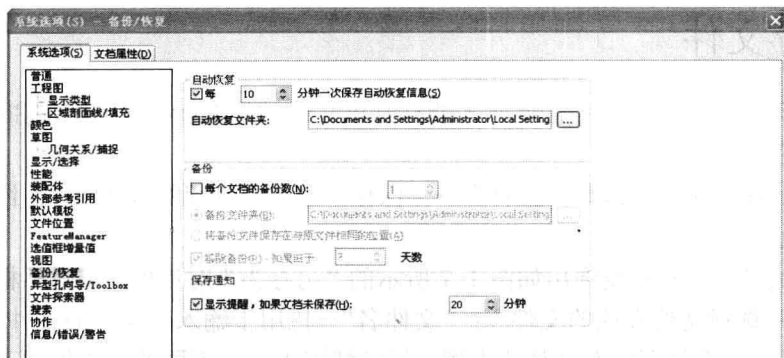

图 1-9 “系统选项”对话框
2. 设置保存目录。系统弹出如图 1-9 所示的“系统选项”对话框,单击对话框中的“备份/恢复”选项,在右侧“备份”中可以修改保存备份文件的目录。